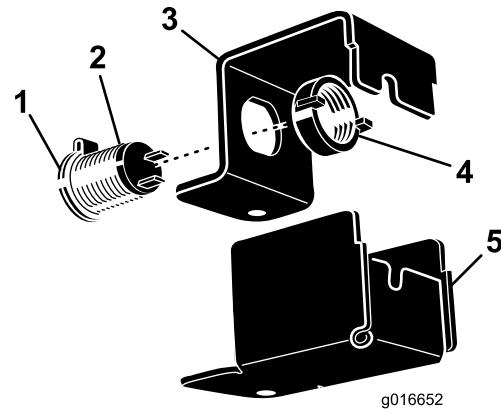

Figura 2
1. Desenrosque la tuerca del cuerpo roscado del enchufe (Figura 2).
2. Introduzca el cuerpo del enchufe por el orificio de la parte delantera del soporte y sujetela con la tuerca que retiró anteriormente (Figura 2).
7. Cierre el tapón hermético cuando el enchufe no esté en uso (Figura 2).